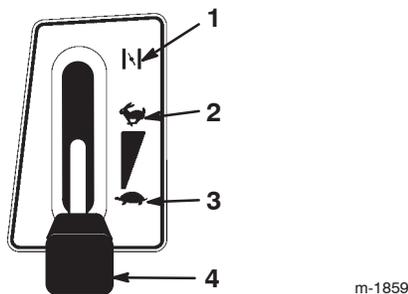

Figure 8
4. Placez la manette d'accélérateur en position de starter (Fig. 8).
6. Lorsque le moteur a démarré, amenez progressivement la manette d'accélérateur en position Régime maximum (Fig. 8). Si le moteur cale ou hésite, ramenez la manette d'accélérateur en position de Starter pendant quelques secondes, puis placez-la en position Régime maximum. Répétez l'opération si nécessaire.
1. Placez la manette d'accélérateur en position Régime maximum (Fig. 8).